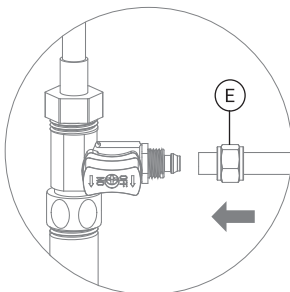
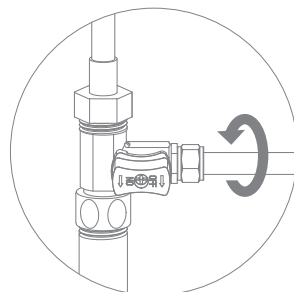

Рис. 8
Рис. 9
2. В гайку (Е) проденьте зеленую пластиковую трубку 3/8" (рис. 8). Конец трубки наденьте на штуцер адаптер-вентили до упора и плотно накрутите гайку (рис. 9).